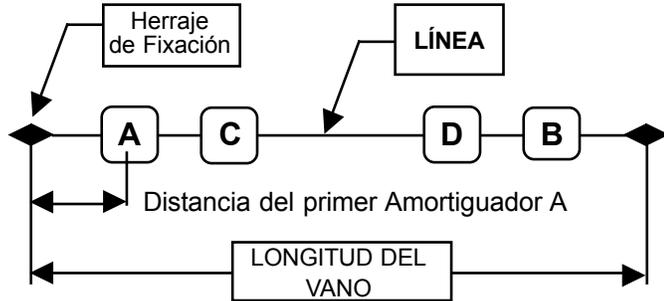

Figura 2: Secuencia general de aplicación. Amortiguadores A, B, C y D posicionados 1º, 2º, 3º y 4º respectivamente.
La información adicional de posicionado se refiere a las localizaciones A, B, C y D para los cuatro primeros Amortiguadores, medidos desde los respectivos herrajes – ver figura 2. En vanos que requieren protección adicional son normalmente consideradas aplicaciones especiales. Para vanos largos se pueden requerir Amortiguadores posicionados en el medio del vano.
3.01 Mida y marque las distancias apropiadas informadas por el criterio de posicionado. Las distancias de posicionado se miden a partir del herraje de fijación para el posicionado de los Amortiguadores A y B (ver figura 2), y a partir de los Amortiguadores A y B para el posicionado de los Amortiguadores C y D. Vea el ítem 3.02 para ejemplos de posicionado a partir de Suspensiones y 3.03 para ejemplos a partir de Anclajes.